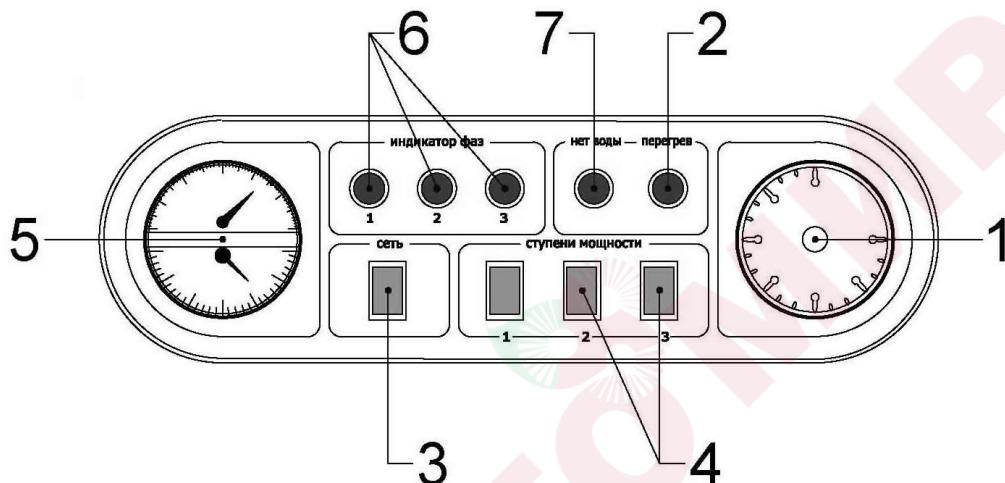

Рис. 2
- ✓ Плата управления котла (11). Плата анализирует состояние датчика температуры воды, термовыключателя, датчика уровня, датчика температуры воздуха (опция), реле протока (опция). Плата выполняет анализ поступивших сигналов и производит включение или выключение ступеней мощности в зависимости от конкретной ситуации. Включение и выключение ступеней мощности осуществляется каскадно, с задержкой 3 секунды, чтобы исключить скачки напряжения в сети;
- ✓ Плата резервного управления (12), расположена рядом с электронной платой управления котла и представляет собой планку с разъемами. В случае сбоя в работе платы управления, или выхода ее из строя, до приезда специалистов сервисного центра, прибор можно переключить на работу по механическим датчикам - через плату резервного управления (подробнее см. раздел техническое обслуживание);
- ✓ Клеммная колодка (5), предназначена для подключения к прибору внешних опций: комнатного терmostата или терmostата-программатора; (опция) и стабилизатора напряжения (опция);
- ✓ Зажимы кабеля питания (7), для подключения подводящего кабеля;
- ✓ Плавкий предохранитель платы управления (10), Управляющая цепь контакторов и схема управления защищены плавкими предохранителями.
- 4.7. Состояние работы прибора отражается световыми индикаторами на панели управления (Рис. 2). Панель управления содержит следующие элементы:
- ✓ Термоманометр (5) позволяет контролировать давление в системе и температуру на выходе из прибора;
- ✓ Индикатор «Перегрев» (2) загорается при перегреве воды (нарушение циркуляции) при этом прибор автоматически выключается. После остывания теплоносителя примерно на 15-20 °C нагрев снова включается;
- ✓ Индикатор «Нет воды» (7) показывает отсутствие теплоносителя в приборе;
- ✓ «Индикаторы фаз» (6) показывают наличие фаз на вводном аппарате защиты;
- ✓ Выключатель «Сеть» (3) служит для включения прибора в работу;
- ✓ Выключатели "I", "II", "III" (4) служат для включения первой, второй и третьей ступеней мощности прибора. Внутренняя подсветка выключателей показывает, какие ступени мощности включены;
- ✓ Ручка регулятора температуры теплоносителя (1) обеспечивает плавную регулировку температуры теплоносителя.
- 7.13. Все элементы управления расположены на лицевой стороне прибора на панели управления. (Рис. 2).